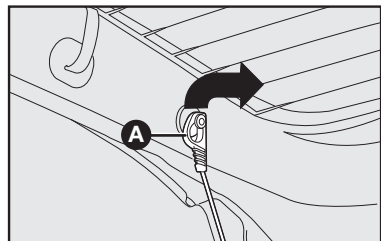

fig. 86
1) Soltar as extremidades superiores A-fig. 86 dos dois tirantes, desprendendo as argolas dos pinos.